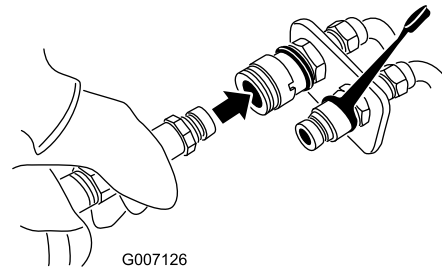

Figure 33
6. Poussez le raccord mâle de l'accessoire dans le raccord femelle du groupe de déplacement (Figure 33).